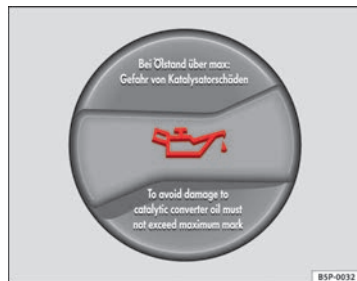

Fig. 126 Tapón de la boca de llenado de aceite del motor en el vano motor
- Desenrosque el tapón de la boca de llenado de aceite del motor ⇒ **fig. 126**.